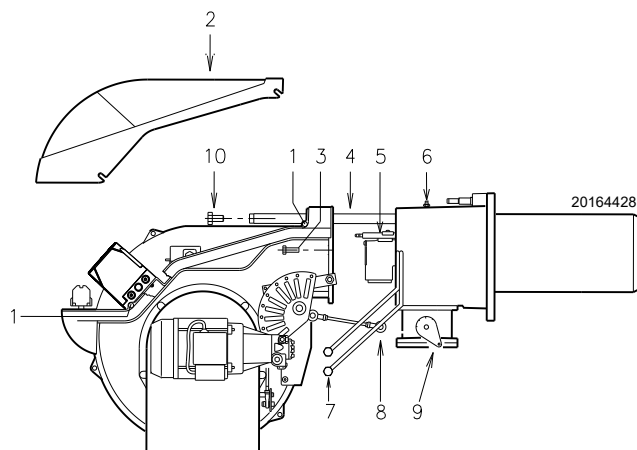

Рис. 45
- Ослабьте винты 1)(Рис. 45) и снимите кожух 2(Рис. 45)
- Отсоедините дизельные шланги 7)(Рис. 45, на стр. 35).
- Отцепите шарнирное соединение 8)(Рис. 45) от градуированного сектора 9)(Рис. 45).
- Снимите винты 10)(Рис. 45) с обеих направляющих 4)(Рис. 45).
- Установите оба удлинителя на направляющие 4)(Рис. 45).
- Установите винты 10)(Рис. 45) на удлинители.
- Снимите винты 3)(Рис. 45) и отведите назад горелку по направляющим 4)(Рис. 45) примерно на 100 мм.
- Теперь можно извлечь внутреннюю часть 5)(Рис. 45) после снятия винта 6)(Рис. 45).
- Установите винты 3)(Рис. 45) и осторожно потяните наружу кабели датчика и электрода, чтобы они слегка натянулись.
- Снова установите шарнир 8)(Рис. 45) на градуированный сектор 9)(Рис. 45).
- Подсоедините дизельные шланги 7)(Рис. 45).
- Снимите два удлинителя с направляющих 4)(Рис. 45) и верните их в исходное положение.